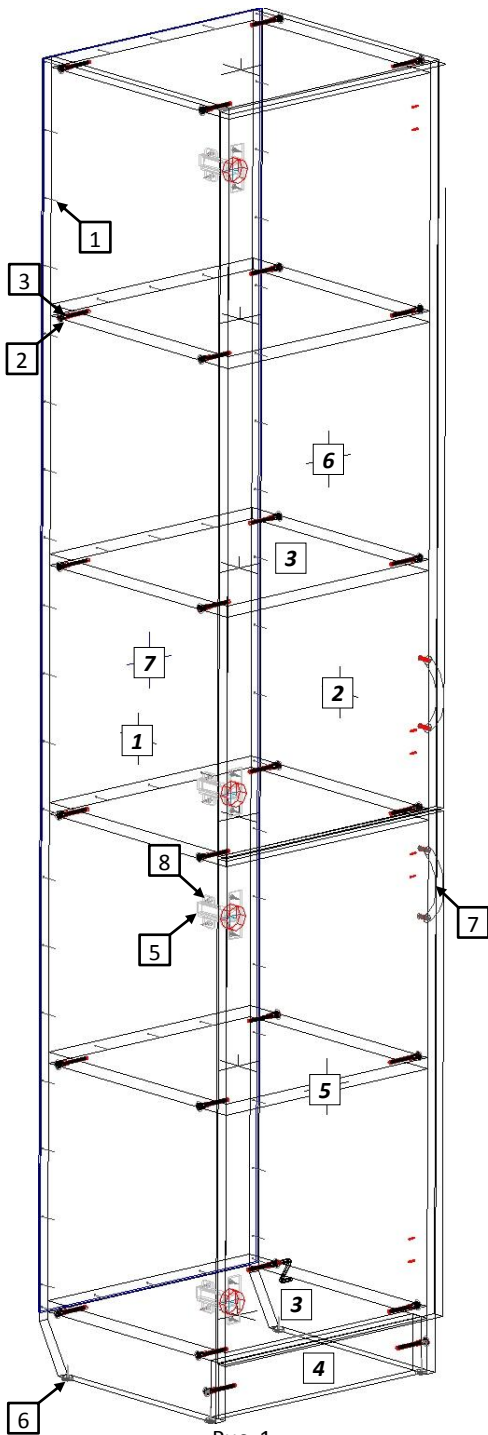

Рис. 1
4.1 Внимательно ознакомьтесь со схемой сборки, изображённой на рис. 1. Согласно позициям на схеме и комплекточной ведомости определите расположение деталей в изделии и порядок их сборки. Сборка производится на ровном полу, укрытом материалом, предотвращающим повреждение покрытия пола и деталей мебели. Подготовьте необходимые для сборки инструменты – плоскую и крестовую отвёртки, молоток, рулетку или линейку.